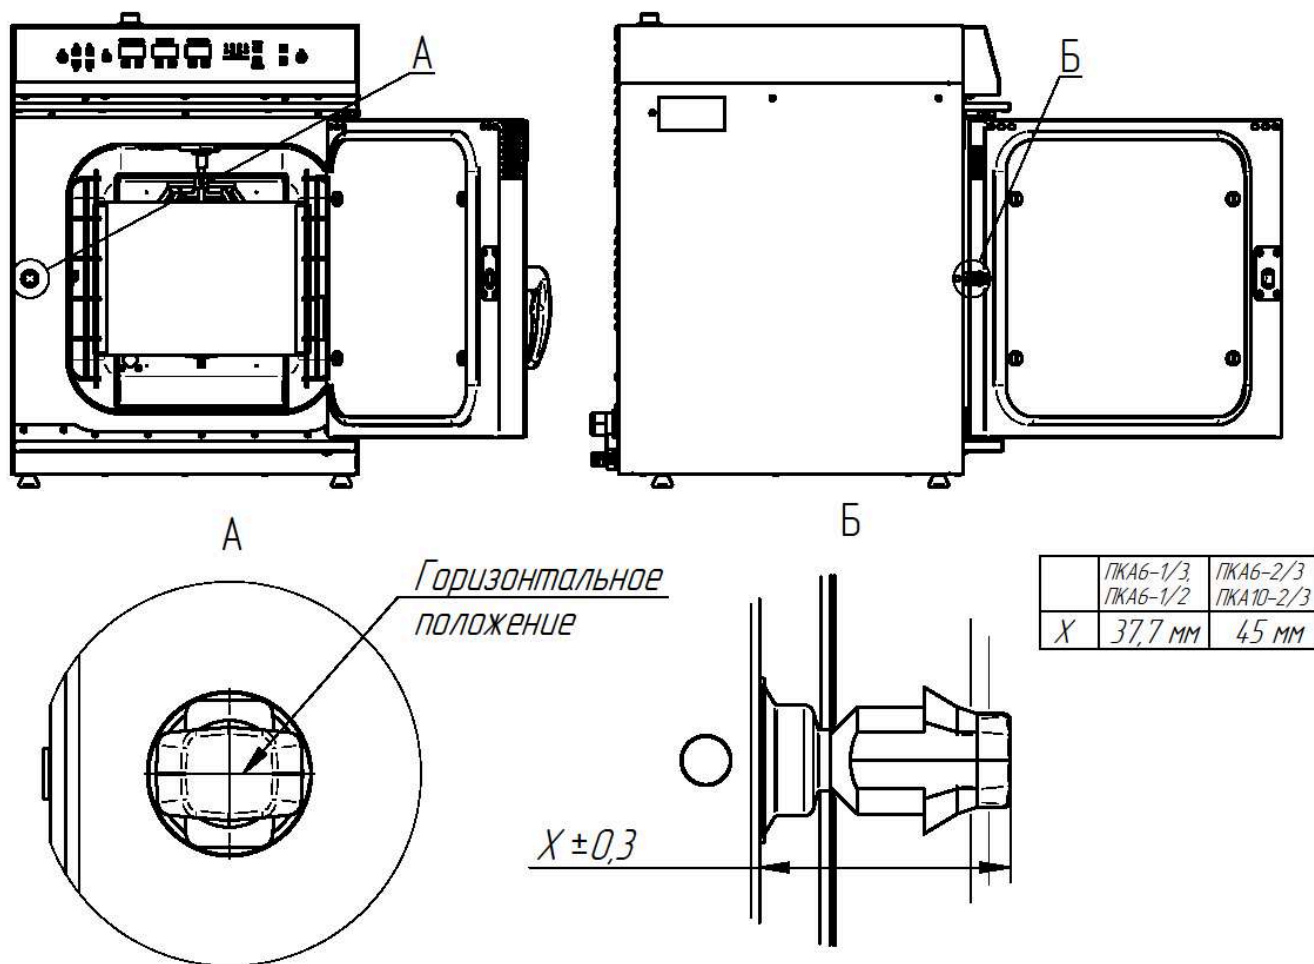

Рис.7. Регулировка замкового устройства
При ослаблении уплотнителя двери пароконвектомата необходимо отрегулировать положение штыря (см. рис.7). Для этого необходимо:
- отрегулировать положение штыря согласно указанным размерам и положению зубцов (при ослаблении уплотнителя штырь необходимо закручивать, т.е. уменьшить размер X на рис. 7).